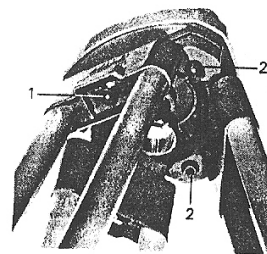

Fig. 17
Las uniones entre la madera y el metal deben estar siempre firmes. Si fuese necesario, se aprietan con moderación los tres tornillos vaso con la llave Allen de la bolsa del trípode o de la tapa protectora amarilla (fig. 17).
La articulación puede ajustarse con la misma llave (2), on fig. 17. Las tres patas deben tener las articulaciones bien ajustadas. Si el trípode se levanta del suelo con las patas separadas, éstas deben mantenerse en esa posición.